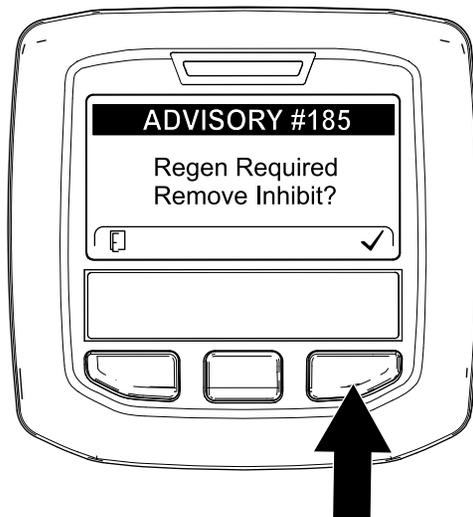

Figura 15
**Nota:** Se INHIBIT REGEN è impostata su ON, l'InfoCenter visualizza ADVISORY #185 (Figura 15). Premete il pulsante 3 per impostare l'inibizione della rigenerazione su OFF e procedere con la rigenerazione di ripristino.